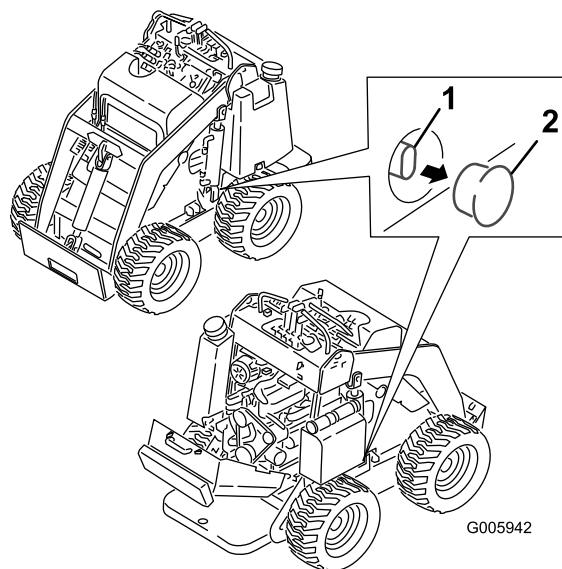

Figure 18
2. Enlevez l'obturateur de chaque vanne de remorquage, située sous chaque réservoir de carburant (Figure 18).